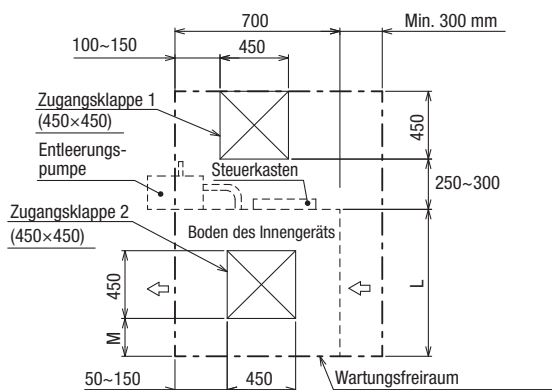

Abb.2 (Ansicht aus Richtung A)
- Erstellen Sie die Zugangsklappe 1 und 2 (je 450×450mm) wie in Abb.2 dargestellt. (Die Zugangsklappe 2 ist nicht erforderlich, wenn unterhalb der Einheit genügend Platz für einen Wartungstechniker vorhanden ist.)
- Erstellen Sie die Zugangsklappe 1 und 2 (je 450x450mm) wie in Abb.2 dargestellt. (Die Zugangsklappe 2 ist nicht erforderlich, wenn unterhalb der Einheit genügend Platz für einen Wartungstechniker vorhanden ist.)